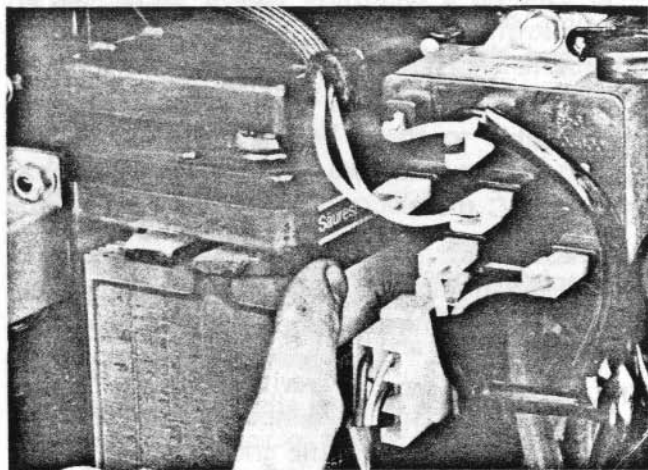

Fig. 52
2) Osservare il livello dell'elettrolito nei 3 elementi più esterni: deve essere compreso fra le due linee tracciate sul corpo trasparente della batteria (Fig. 52).
2) Visually check the level of electrolyte in the two external cells: it should always be kept between the two level marks on the battery transparent case (Fig. 52).